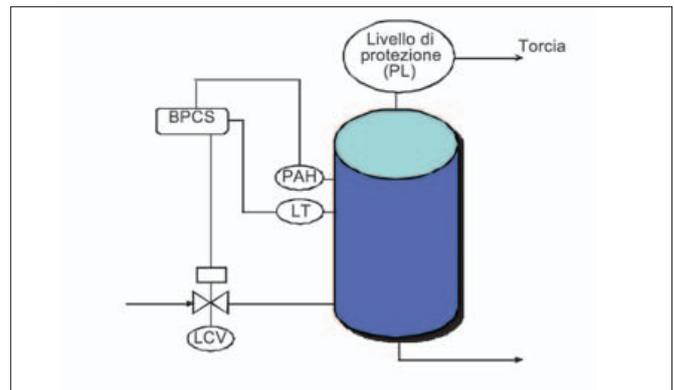

Figura 2 - Serbatoio in pressione da proteggere (IEC 61511-3)
Si consideri un processo che utilizza un serbatoio a pressione contenente un liquido infiammabile volatile e degli strumenti associati ad un sistema di controllo BPCS (Basic Process Control System) che realizza un anello di controllo con: **Trasmettitore di livello (LT)**, **Valvola di regolazione (LCV)**, **Allarme di alta pressione (PAH)**. Come illustrato in ► **Figura 2**. In caso di non risposta all'allarme dell'operatore, un livello di protezione non strumentato (PL: Protection Layer) ovvero una valvola sicurezza, tratta i pericoli legati alla pressione elevata all'interno del serbatoio.